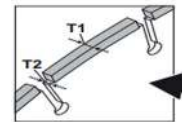

Рис. 10
**ВНИМАНИЕ!** Следите за толщиной режущих сегментов алмазного диска. Толщина сегмента должна всегда превышать толщину основы диска. При равной толщине повышается риск отдачи или поломки диска. (рис. 10)